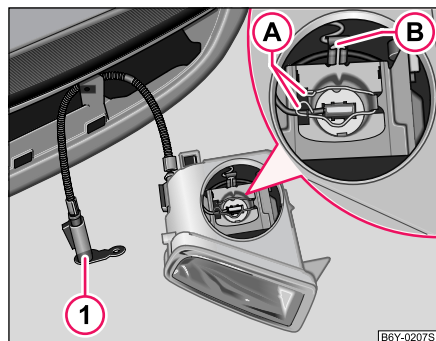

Fig. 160 Desmontaje de la bombilla para faro antiniebla
- Separe el conector eléctrico (B) ⇒ fig. 160.
- Comprima el estribo de alambre elástico (A) del portalámparas y abátalo.
- Colocar el estribo de alambre elástico (A) sobre el platillo de lámpara. Comprimir el estribo de alambre elástico y volver a encastrarlo.
- Insertar el conector eléctrico (B).